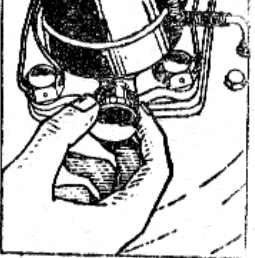

Рис. 20. Смазка подшипника правого заднего колеса.
16. Подшипники задних колес (рис. 20) смазываюте двукратным заносением колпачка масленки и полным выжиманием его через каждые 6000 км пробега.